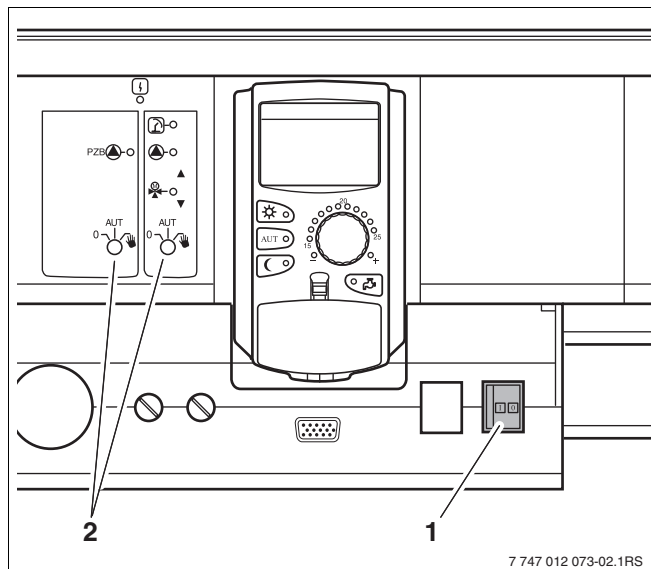

Рис. 8 Пусковой выключатель
- Проверьте, находятся ли переключатели системы управления (→ рис. 8, [1]) установленных на ней модулей (→ рис. 8, [2]) в положении "I" и "AUT" (АВТ).
- Включите систему управления, для чего переведите пусковой выключатель в положение "I" (→ рис. 8, [1]).
- Выключите систему управления, для чего переведите пусковой выключатель в положение "0" (→ рис. 8, [1]).